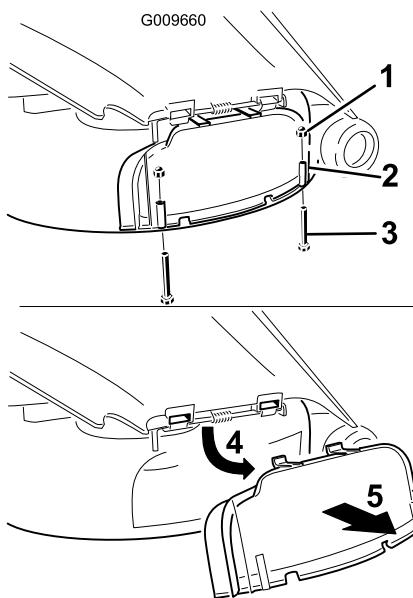

Figura 28
3. Rimuovete i due 2 bulloni e dadi che fissano il coperchio dello scarico al tosaerba (Figura 28).